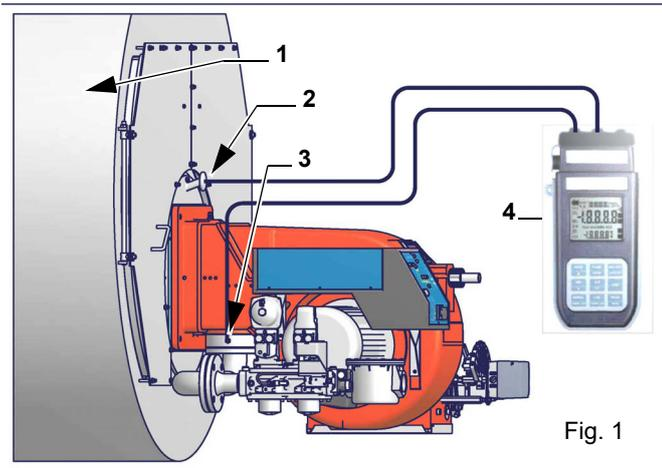

Fig. 1
- 1 Dévissez la vis comme indiqué sur la Fig. 1
Les courbes de pression dans la tête de combustion en fonction du débit du gaz sont valables si le brûleur est réglé correctement (pourcentage de O₂ résiduel dans les fumées comme d'après le tableau « Paramètres de combustion conseillés » et CO dans les limites imposées par la norme). La tête de combustion, la vanne papillon et la servocommande sont alors entièrement ouvertes. Se référer à la figure 1, qui indique la façon correcte de mesurer la pression du gaz, en tenant compte des valeurs de pression dans la chambre de combustion, relevées par le manomètre, ou des caractéristiques techniques de la chaudière/ utilisation.